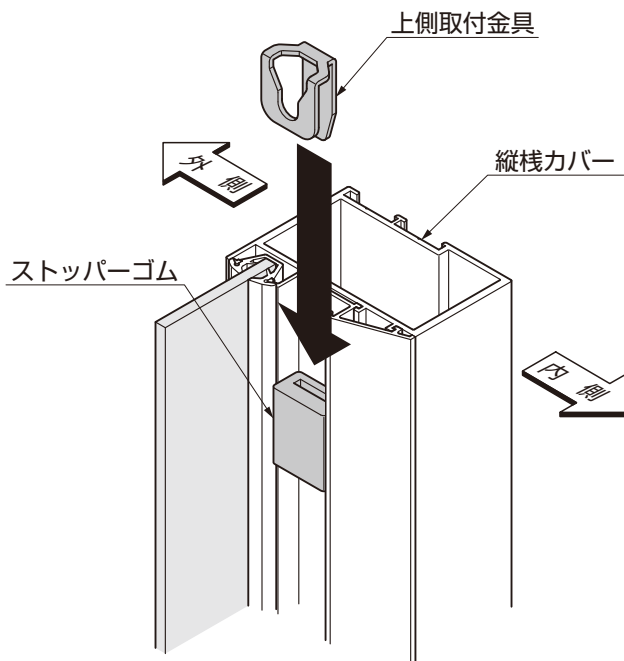

図4-3 A部詳細図
- ② 上側取付金具を上側のストッパーゴムにはめ込んでください。(図4-3参照)